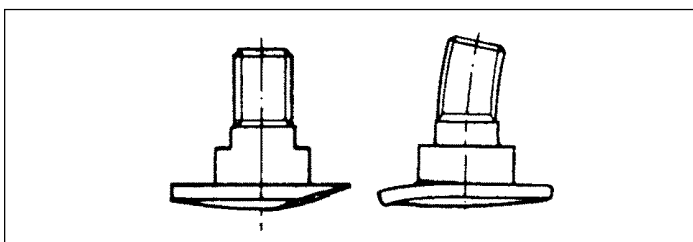

Fig. 21
- la **vite del fissaggio** dei coltelli è incurvata od usurata eccessivamente sotto testa (fig. 21).